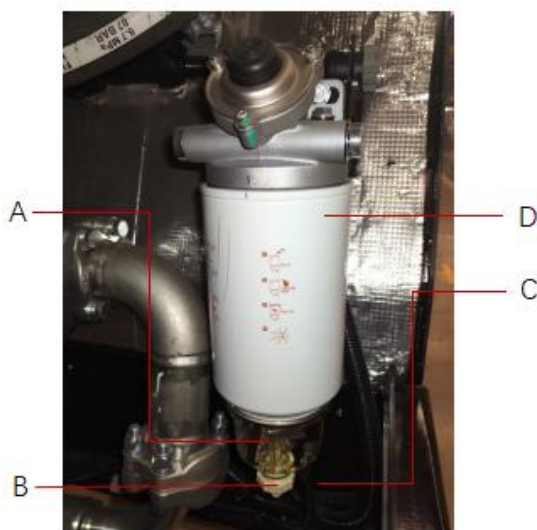

Рисунок 5-2
5.3.3.2 Поверните затвор В, чтобы слить воду из разделителя А (см. рисунок 5-2);